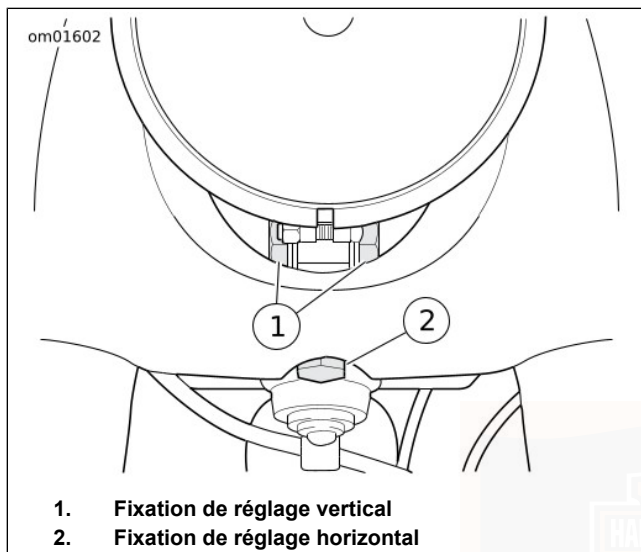

Figure 45. Réglage du phare
1. Voir Figure 45. Desserrer la fixation de réglage horizontal (2). Basculer le phare vers la gauche ou vers la droite pour diriger le faisceau lumineux droit devant.